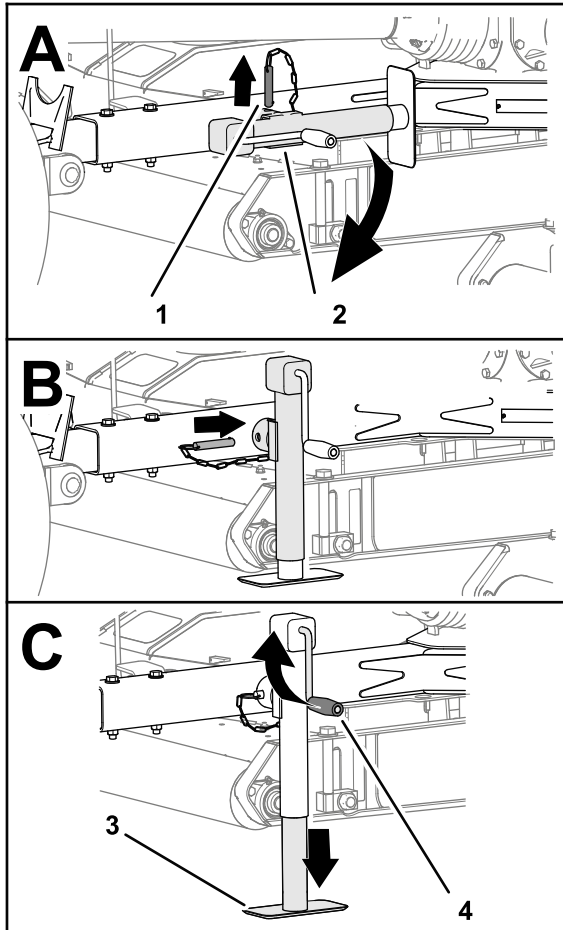

図 23
3. ピンを抜いて牽引バージャッキを立てる 図 23。
4. 牽引バーの穴を、ジャッキの穴に合わせる 図 23。
5. 牽引バーの穴とジャッキの穴にピンを通す 図 23。
2. ジャッキハンドルで、ジャッキパッドを完全に上まで上げる 図 23 牽引バージャッキの使い方 \(ページ 15\) を参照。